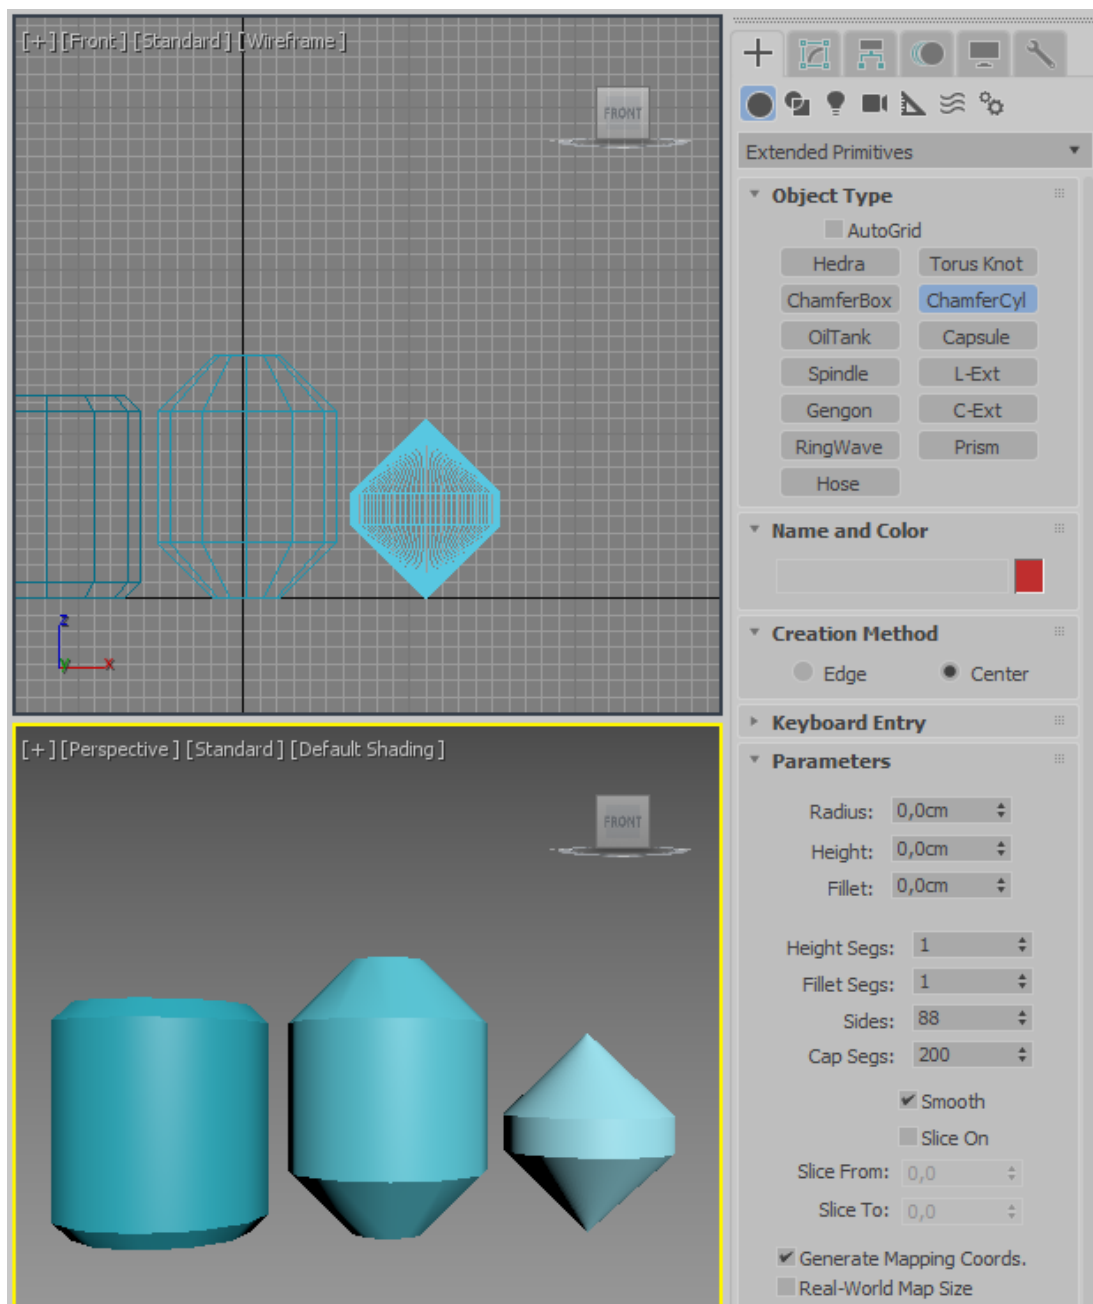

Рисунок 2.26 - *Chamfer Cylinder* (Цилиндр с фаской)
4) *Chamfer Cylinder* (Цилиндр с фаской) (Рисунок 2.26).